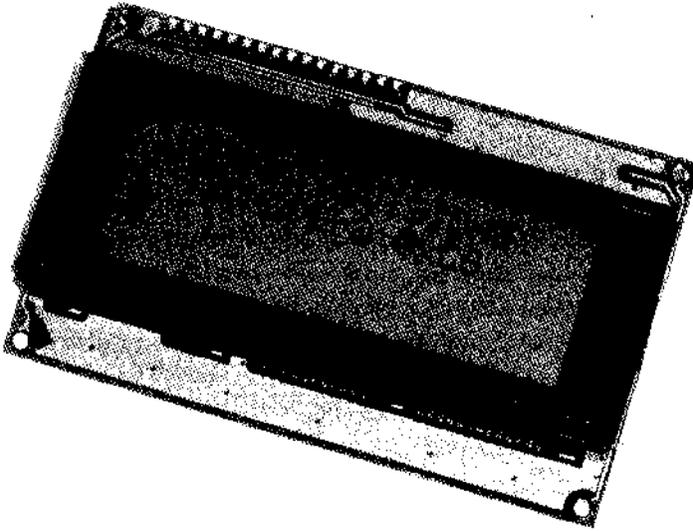

Рис. 3.12. Дисплей 4 строки 16 знакомест LCD03
**Жидкокристаллический дисплей.** Обычно это двух- или четырехстрочный дисплей с фиксированными знаками, подключаемый по протоколу I2C или UART (рис. 3.12). Знакогенератор прошит в памяти дисплея, поэтому набор отображаемых символов ограничен стандартным набором ASCII.